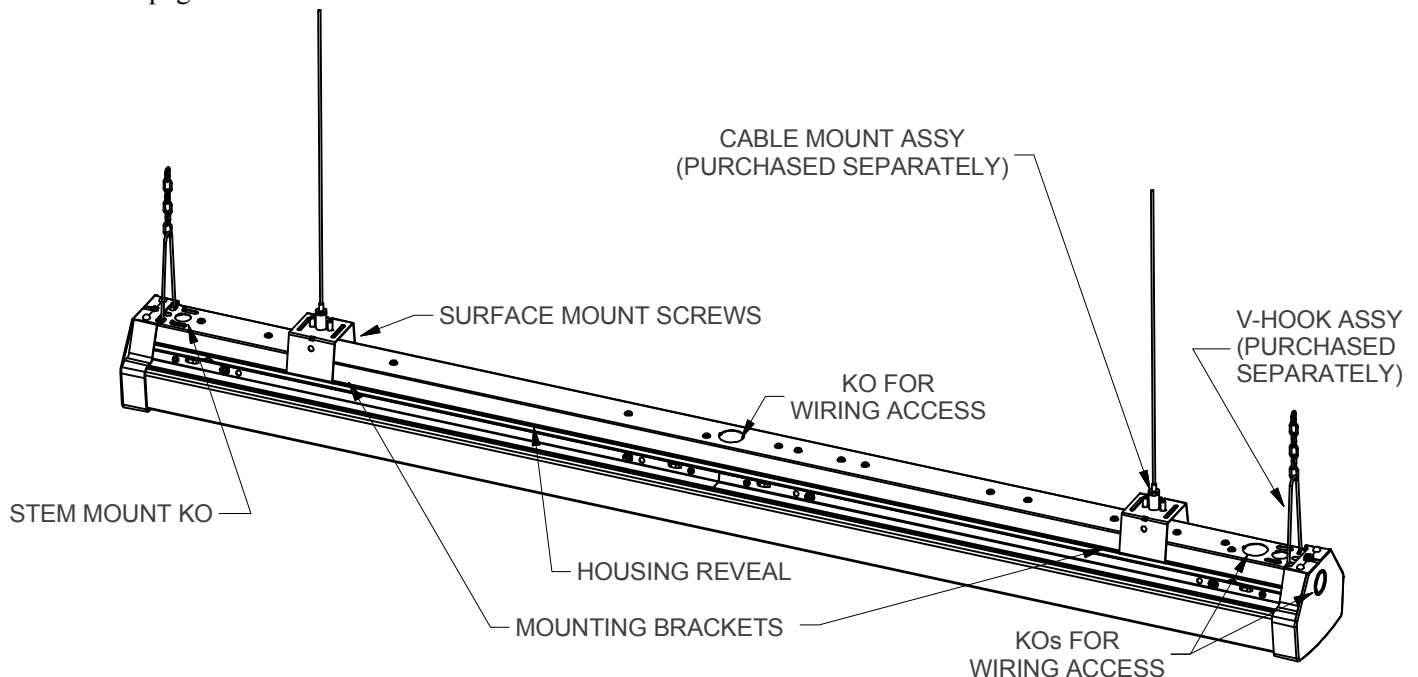

FIG. 1- STAND ALONE CONFIGURATION
To install with HANGER BRACKETS (See FIG.1):
- B. Remove stem mount KOs shown in Fig 1 at each end of fixture
- 3) Luminaire peut être monté en surface avec des vis ou des boulons fournis par le client ou avec des SUPPORTS DE SUSPENSION (COMMANDÉS SÉPARÉMENT) (Voir FIG. 1) :
- B. Retirer la tige de KO marqué montage représenté sur la Fig 1.